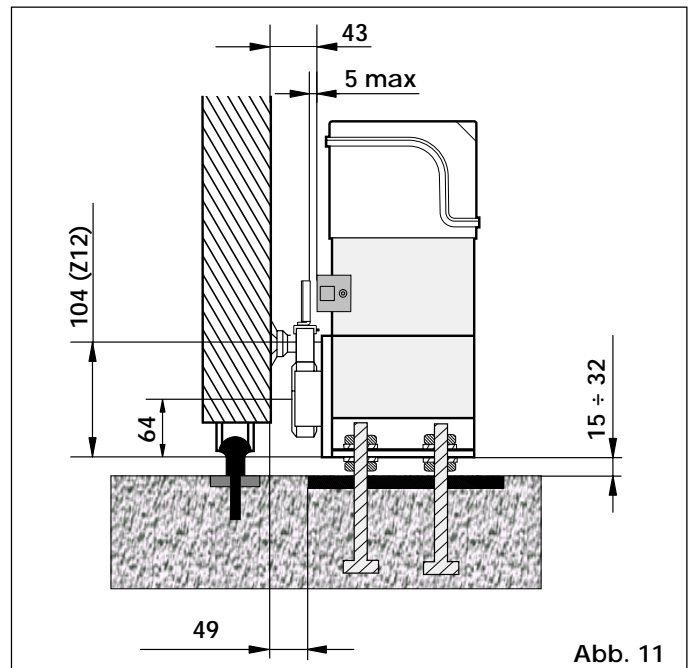

Abb. 11
- 4) Höhe der Stellfüße sowie Abstand zum Tor gem. Abb. 11 einstellen.